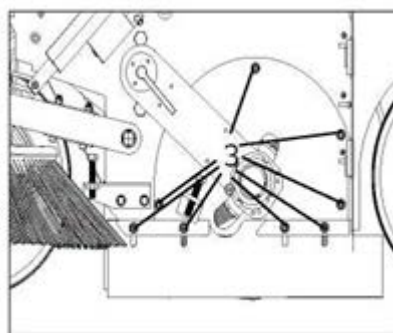

Рис.4
2. Открутите 8 винтов 3 (Рис.4), ослабьте рычаг и снимите левую перегородку.